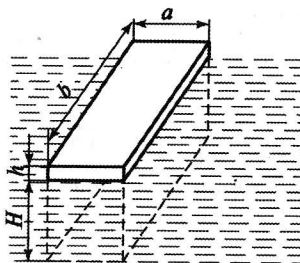

Рис. 4.4
**Задача 4.5.** Лодка плывет по воде (рис. 4.4). Определить глубину погружения  $H$ . Сколько человек (массой 67,5 кг каждый) может разместиться в лодке при условии, что она не погрузится полностью (плотность лодки  $\rho_{\text{л}} = 700 \text{ кг/м}^3$ ;  $h = 0,3 \text{ м}$ ;  $a = 0,3 \text{ м}$ ;  $b = 5 \text{ м}$ ?